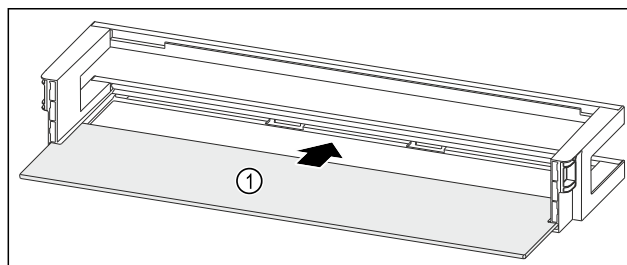

Fig. 98 Półka w drzwiach z półką
- ▶ Wsunąć półkę Fig. 98 (1) w boczne wycięcia.